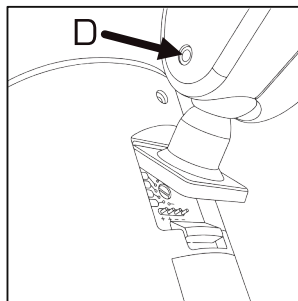
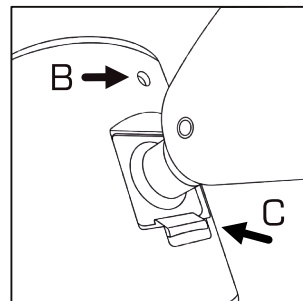

fig.4
fig.5
Potete ora agganciare il diffusore alla staffa come mostrato in Fig.4. Se desiderate invece staccare il diffusore dalla staffa premete la linguetta (C) di bloccaggio e sfilatelo dalla staffa (Fig. 5).
You can now mount the speaker on the bracket as shown in Fig.4. If you wish to detach the speaker from the bracket push down the locking tab (C) and remove the speaker from the bracket (Fig. 5).